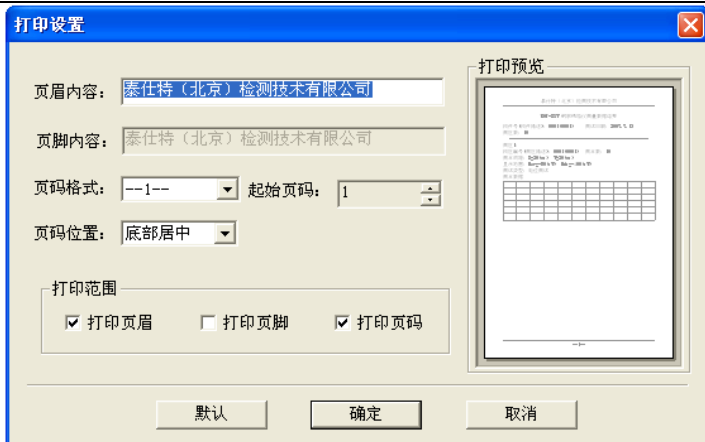

图 4.13 打印设置
9、打印设置：进行有关打印机的设置(如图 4.13 所示)，打印预览框能动态显示打印范围及打印参数选择框的当前选择情况，其中各项参数均有自动记忆功能，即初始化为上次打印设置相应的设置值；